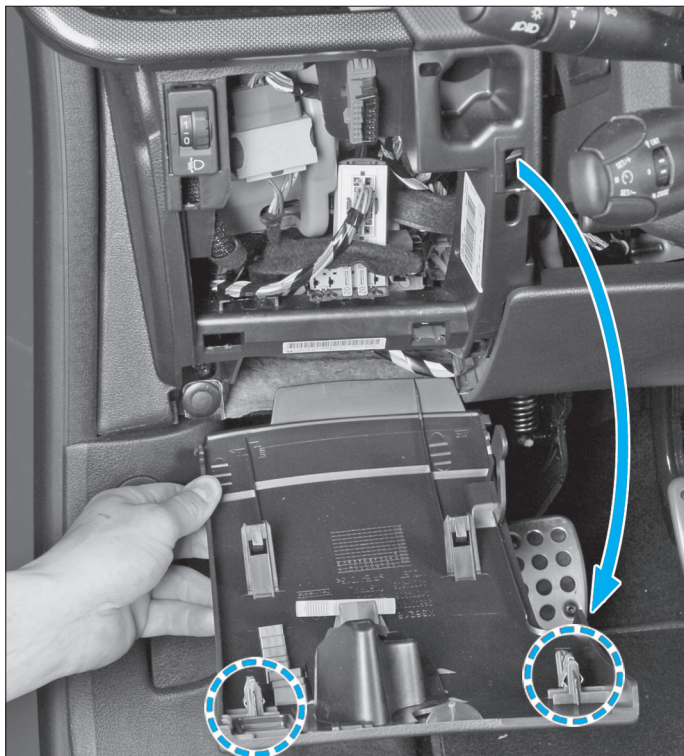

Fig. 19
- Le cache situé à l'extrémité de la planche de bord se dégrafe par le haut puis se bascule (Fig.19).